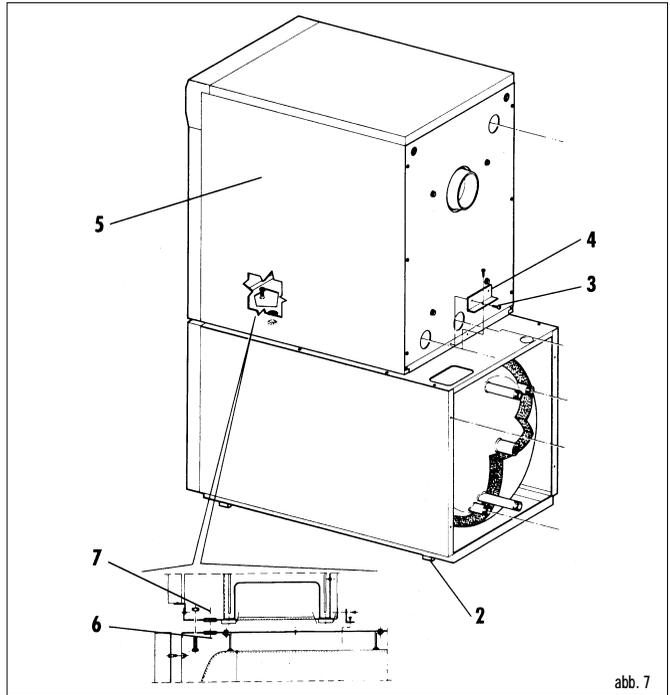

abb. 7
Tiefspeicherkörper Abb. 7 so aufstellen, daß die Zugänglichkeit für Wartungsarbeiten an Speicher und Kessel gegeben ist. Ausrichten des Tiefspeichers mittels der verstellbaren Füße (2) Abb. 7.
Befestigungswinkel (4) Abb. 7 mit Schrauben (3) Abb. 7 befestigen.
Kessel (5) Abb. 7 auf Speicher positionieren, mit verstellbaren Füßen ausrichten und an Befestigungswinkel (4) Abb. 7 anschrauben.
Den Vorderteil des Kessels mit Schraube (6) Abb. 7 am Speicher befestigen.
Kabeltemperaturfühler B3 in Tauchhülse des Speichers stecken und Leitung durch Kabeldurchführung (7) Abb. 7 zum Regler führen.